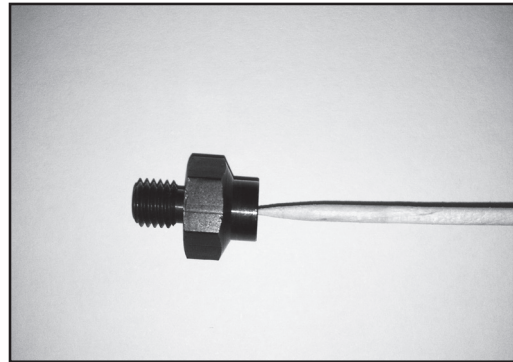

Figure 2
1.2.) Retirez l'accumulation de carbone de l'intérieur de la bobine si nécessaire. Voir la Figure 2.